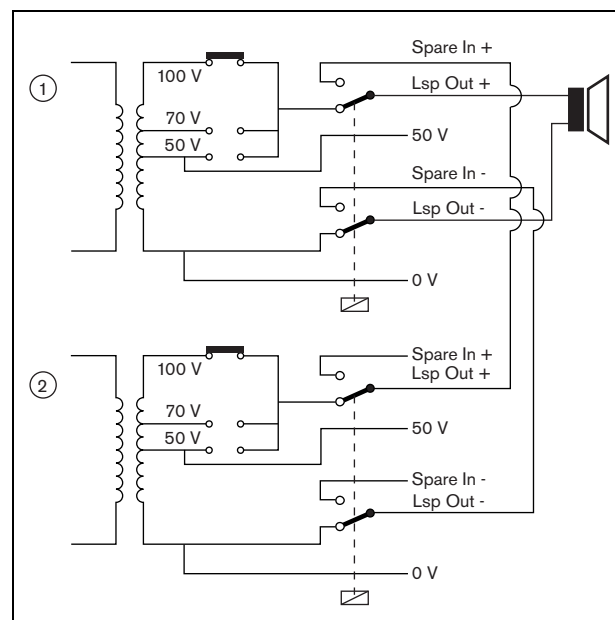
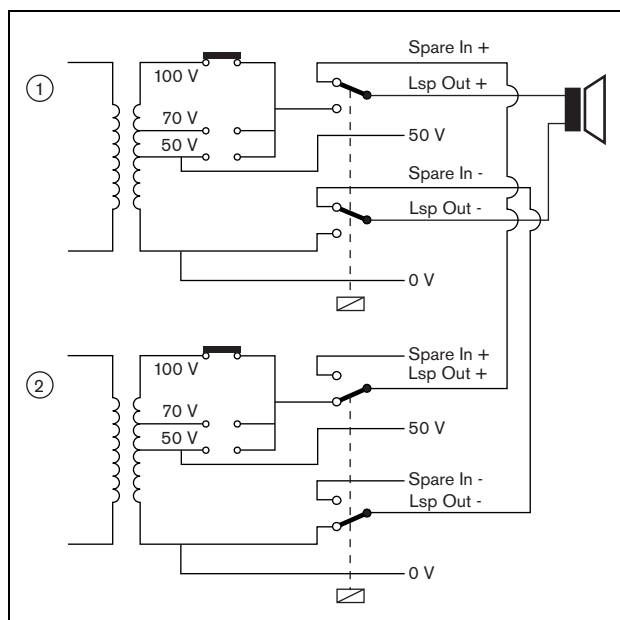

figure 9.8: Amplificateur de puissance, avant la commutation sur l'amplificateur de secours
figure 9.9: Amplificateur de puissance, après la commutation sur l'amplificateur de secours
La commutation effective est assurée par relais. Voir figure 9.8 pour la situation avant la commutation de secours et figure 9.9 pour la situation après la commutation de secours. Tant que l'amplificateur de puissance principal (1) fonctionne correctement, ce relais est alimenté (voir figure 9.8) et les signaux audio sont acheminés vers la ligne de haut-parleurs (bornes *Lsp Out+* et *Lsp Out-*). L'amplificateur de secours (2)
Au moment où l'amplificateur principal (1) tombe en panne, le relais n'est plus alimenté et les commutateurs reviennent à leur position par défaut : *Spare In -* et *Spare In +* (voir figure 9.9). Cela signifie que la sortie audio de l'amplificateur de secours (2) est acheminée vers la ligne de haut-parleurs à travers l'amplificateur principal (1). Les paramètres de configuration (voir section 44.3) des sorties audio sont transférés de l'amplificateur de puissance principal à l'amplificateur de secours. Les paramètres de configuration des entrées audio, des entrées de commande et des sorties de commande ne sont pas transférés à l'amplificateur de puissance de secours.